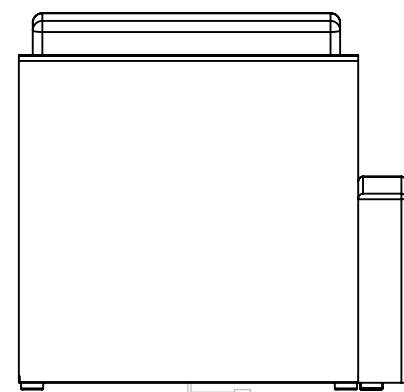

FIG 1
- MAKE SURE POWER FROM OUTLET IS PLUGGED INTO POWER CORD PIGTAIL ON THE REAR OF PIECE. SEE FIG 1.
- LOCATED UNDERNEATH BACK, CENTERED. SEE FIG 1.